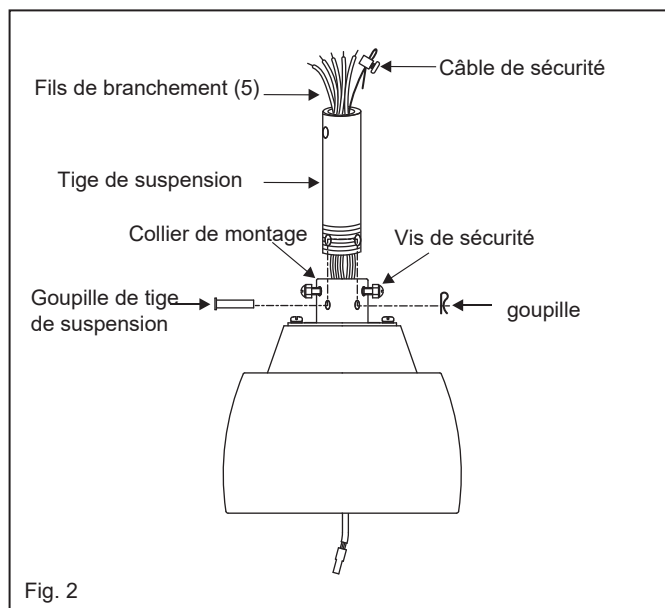

Fig. 2
- 3 Desserrez les deux vis de sécurité et retirez la goupille de la tige de suspension et la clavette de l'accouplement sur le dessus de l'ensemble moteur. (Fig.2)